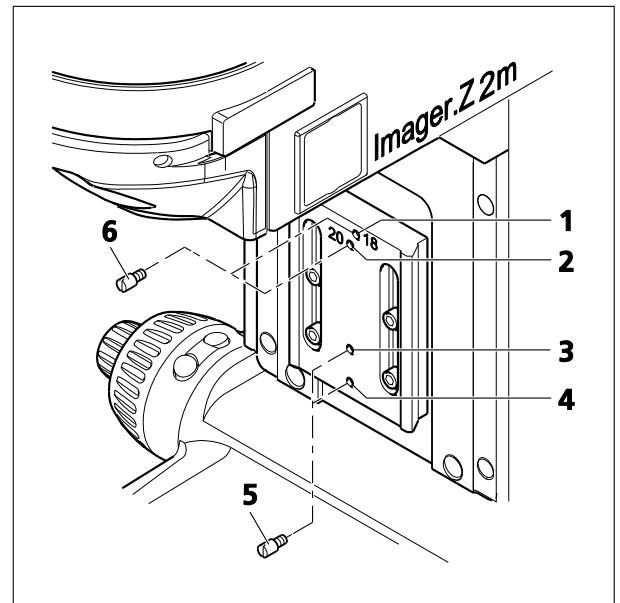

Fig. 30 Réglage des butées du guide en queue d'aronde
Vis de butée inférieure (Fig. 30/5) :
- Lors de l'utilisation du support de platine en lumière réfléchie/transmise avec le porte-condenseur 430707-0000-000, utiliser un tournevis à tête fendue pour visser la vis de butée inférieure dans le trou taraudé supérieur (Fig. 30/3).
- Lors de l'utilisation du support de platine en lumière réfléchie ou en lumière réfléchie/transmise 430704-9901-000 ou 430701-9901-000, visser la vis de butée inférieure dans le trou taraudé inférieur (Fig. 30/4).
Vis de butée supérieure (Fig. 30/6) :
- Lorsqu'une platine de microscope de 18 mm d'épaisseur est utilisée, visser la vis de butée supérieure dans le trou taraudé portant le numéro « 18 » (Fig. 30/1).
- Lorsqu'une platine de microscope de 20 mm d'épaisseur est utilisée, visser la vis de butée supérieure dans le trou taraudé portant le numéro « 20 » (Fig. 30/2).